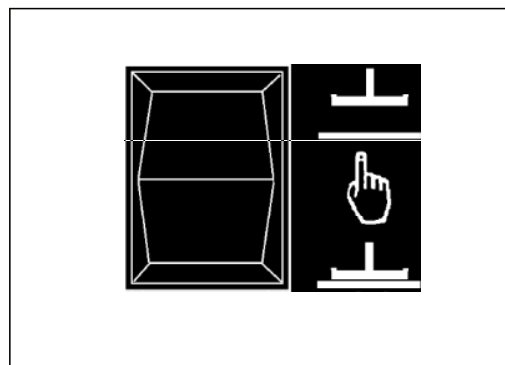

Рисунок 24
1. Чтобы опустить швабру и запустить вакуумный механизм, нажмите переключатель вверх/вниз в положение вниз. (рис. 24). **ПРИМЕЧАНИЕ: Вакуумный механизм включится сразу после нажатия кнопки в положение вниз, и швабра опустится.**
2. Чтобы поднять швабру, нажмите переключатель швабры вверх/вниз в положение вверх (рис. 24). Швабра поднимется, и вакуумный механизм выключится после некоторой задержки. **ПРИМЕЧАНИЕ: Центральное положение переключателя швабры вверх/вниз предназначено для использования вместе с кнопкой автоматического выполнения операций.**